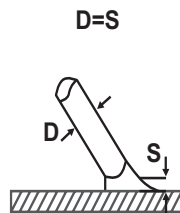
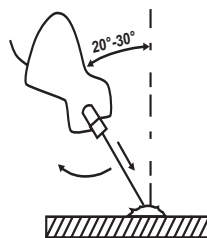

рис. 2
рис. 3
7.6 Как только произойдет зажигание дуги, электрод нужно держать на таком расстоянии  $S$  от обрабатываемого материала, которое соответствует диаметру электрода  $D$  (см. рис. 2). Для получения равномерного шва далее необходимо соблюдать эту дистанцию по возможности постоянной. Также необходимо помнить, что наклон оси электрода должен быть примерно 20-30 градусов (см. рис. 3).